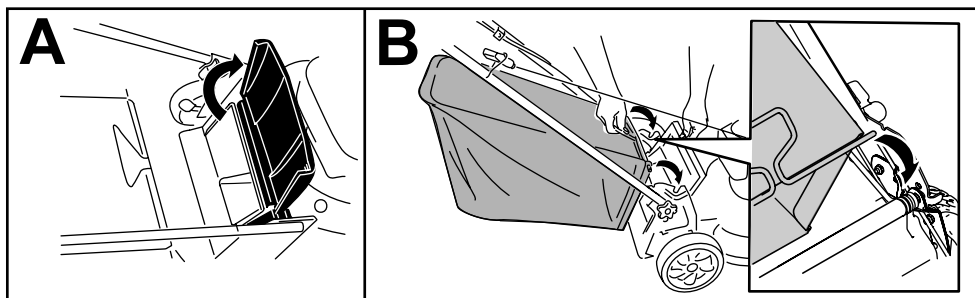

Figure 21
1. Soulevez le déflecteur arrière et gardez-le dans cette position (A de la Figure 21).
2. Montez le bac à herbe en veillant à placer les ergots dans les crans du guidon (B de la Figure 21).